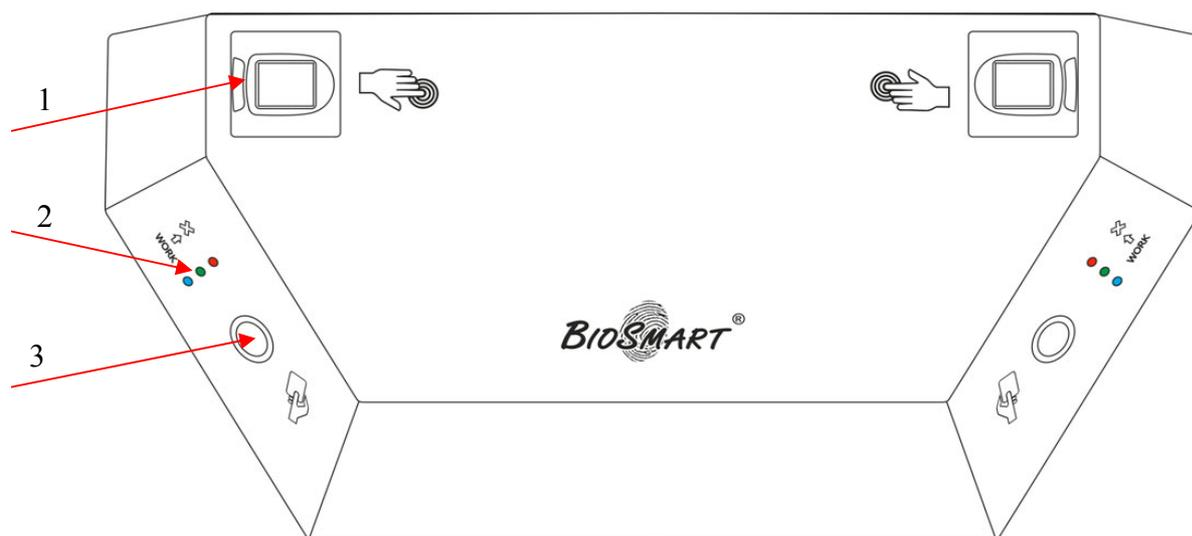

Рисунок 1. Внешний вид контроллера.
Контроллер представляет собой металлический корпус, устанавливаемый на крышку турникета. В корпус контроллера встроены два контроллера «Biosmart 4», биометрические сканеры которых (1) расположены на верхней стенке. Светодиоды, выполняющие индикацию работы контроллера (2) и считыватели Proximity карт стандарта EM marine расположены на боковых стенках контроллера (рисунок 1).